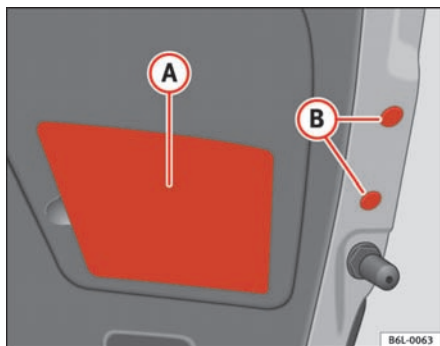

Fig. 156 Baglygte på bagklap
- Vip forsigtigt kunststofafdækningen (A) ⇒ fig. 156 og kunststofhætterne (B) ⇒ fig. 156 af med den flade ende af en skrue-trækker. Pas på ikke at ridse lakken.